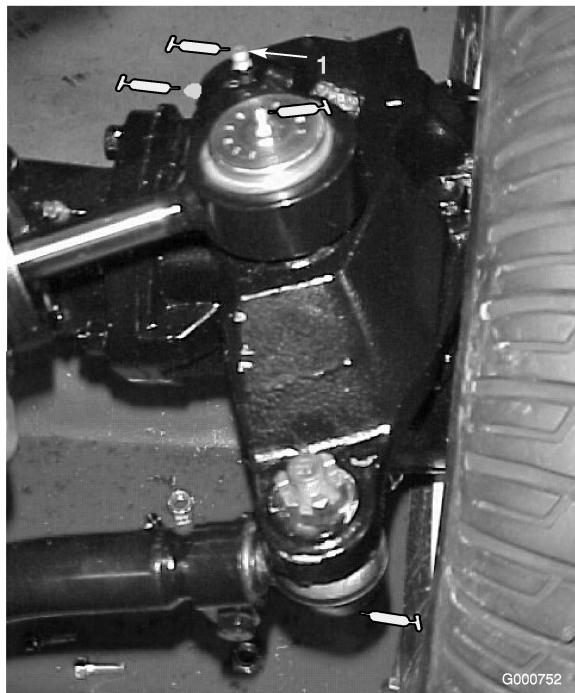

Figure 30
- Biellette d'essieu arrière (2) (Figure 30).
- Rotules de vérin de direction (2) (Figure 30)
- Bagues de pivots de fusées (2) (Figure 30). **Le graisseur supérieur du pivot de fusée ne doit être lubrifié qu'une fois par an (2 injections de graisse).**